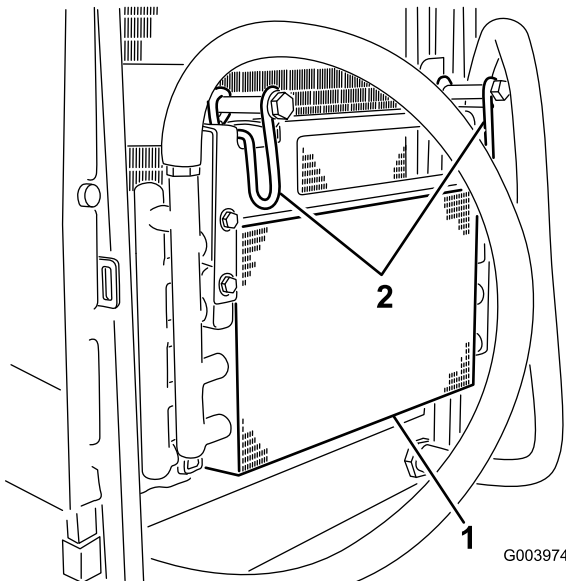

Figura 105
7. Gire los 2 cierres del enfriador de aceite hacia dentro e incline el enfriador de aceite (Figura 105).